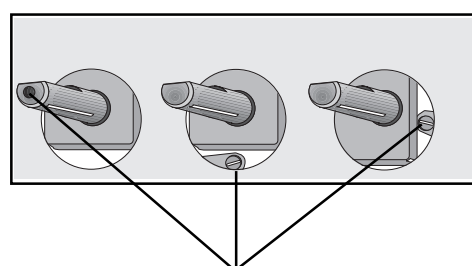

Fig. 6
- Enlevez les manettes. Avec un tournevis plat très fin, procédez au réglage du ralenti en agissant sur la vis à gauche de robinet (voir Fig. 6). Pour l'alimentation en gaz Butane/Propane, vissez à fond la vis, jusqu'à l'obtention d'une petite flamme régulière.